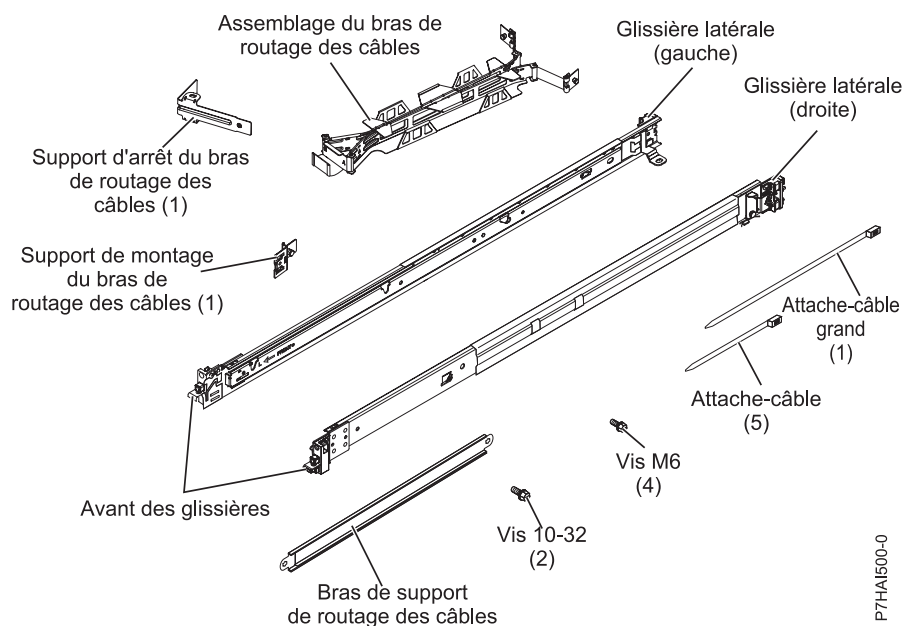

Figure 33. Inventaire des composants
3. Repérez le kit de montage en armoire **(A)** et les guides **(B)** fournis avec l'unité centrale, comme indiqué dans figure 33.